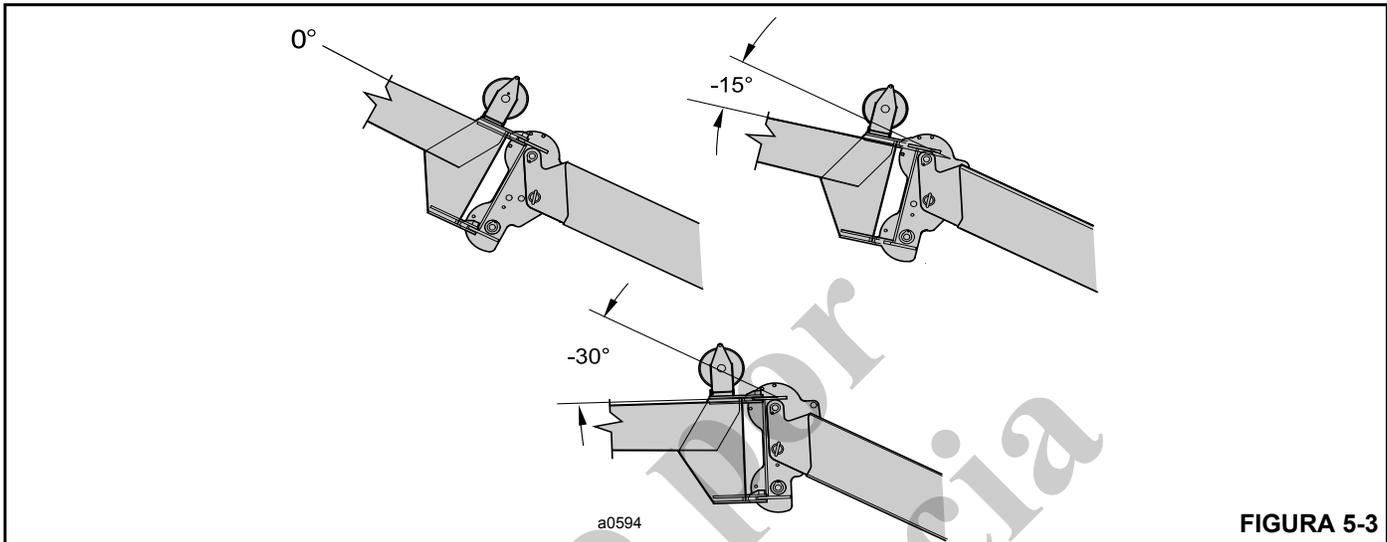

FIGURA 5-3
Los ángulos de cabeza de pluma de  $-15^\circ$  y  $-30^\circ$  se usan para descentrar la extensión de la pluma. Consulte la Figura 5-3.
El descentramiento de la extensión de pluma puede ajustarse moviendo la cabeza de la pluma a un ángulo de -15° ó 30° (Figura 5-3). Con la extensión conectada es necesario elevar o bajar simultáneamente la extensión y la cabeza de la pluma.
5. Eleve o baje la pluma principal hasta que se obtenga el ángulo de descentramiento deseado. (Figura 5-3).